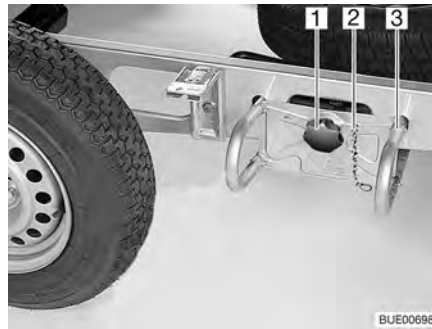

Bild 221 Reservhjulshållare
- Haka ur säkringskedjan (Bild 221,2).
- Lossa och skruva ut rattskruven (Bild 221,1).
- Dra ut reservhjulshållaren (Bild 221,3) ca 10 cm och lägg ned den på marken.